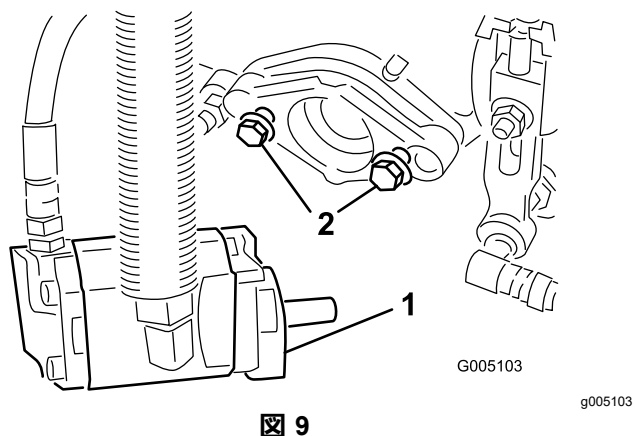

図 9
- 6. リールモータ取り付けボルトのねじの頭が、それぞれおよそ 13 mm 突き出した状態になるようにすること 図 9。